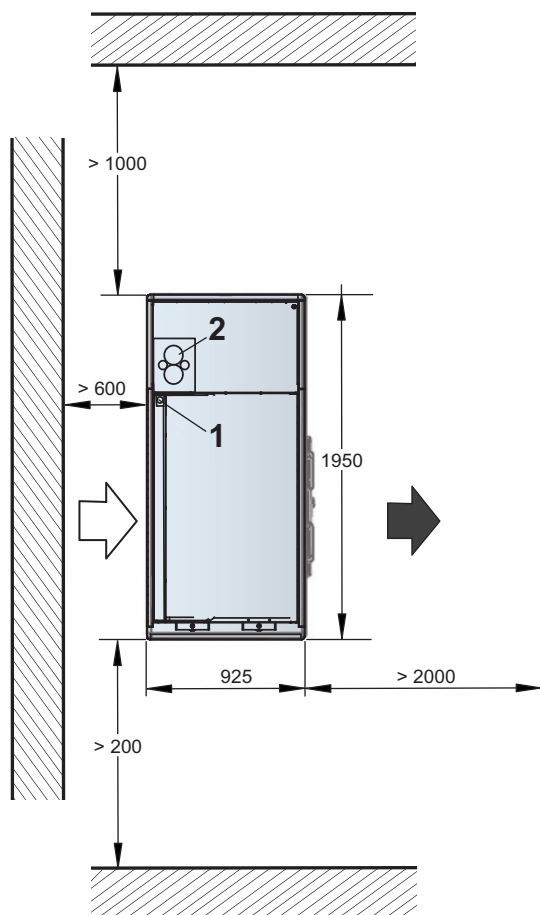
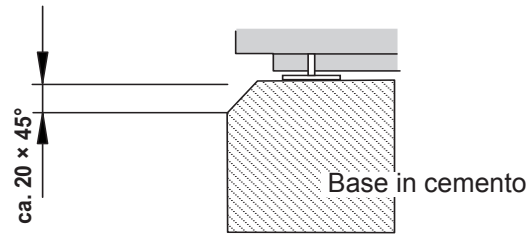

Fig. 01
Fig. 03
Lo scarico della condensa è predisposto sul lato posteriore (lato aspirazione) (1, Fig. 01).
Le pompe di calore ad aria generano acqua di condensa durante il funzionamento. Per ciclo di sbrinamento, cioè entro 2 min, si possono produrre fino a 15 l di acqua di condensa (1, Fig. 03 e 1, Fig. 01). Lo scarico della condensa premontato in fabbrica deve essere spostato nel canale dell'acqua di scarico.
- Durante il posizionamento della pompa di calore sulla base in cemento i collegamenti idraulici ed elettrici devono essere condotti attraverso l'apertura (2, Fig. 01).